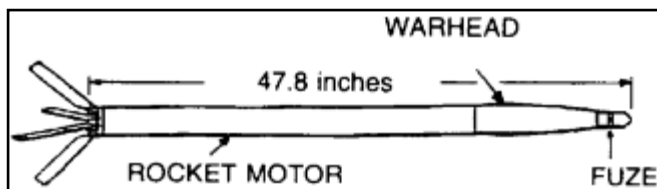

Figure 093-401-5040-6c.
- (d) Guided Missiles (figure 093-401-5040-7a through 093-401-5040-7b):